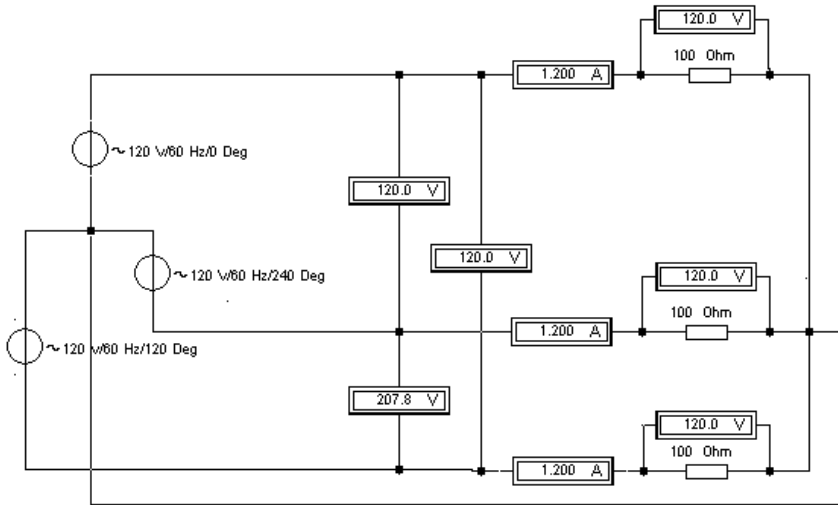

Рис. 22. Четырёхпроводная схема соединения потребителей по схеме «звезда» с симметричной нагрузкой
2. Смоделировать работу четырёхпроводной трёхфазной электрической цепи при подключении симметричного приёмника по схеме «звезда». Пример такого подключения приведён на рис. 22. Аналогичная схема включения используется и для несимметричного приёмника.